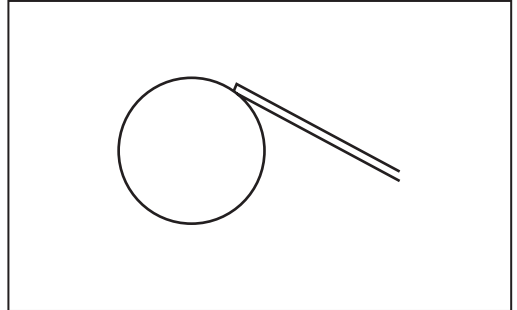

FIG. 1
7.1 TUNGSTEN ELECTRODES – SELECTION & PREPARATION – FIGS.1 – 4